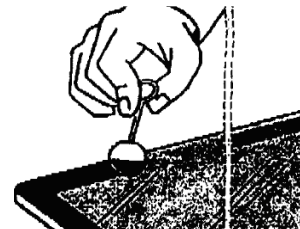

Рис. 6
6. Через 15 минут после высыхания можно наносить на подготовленную поверхность праймер Terostat - 8510 (8511). Перед нанесением бутылку с продуктом следует тщательно встряхнуть до появления стука шариков внутри. Продукт наносится аппликатором равномерным тонким слоем на край стекла шириной (15...20) мм, но не на металл кузова. Праймер должен сохнуть не менее 15 минут. Если плёнка неравномерная, нанести второй слой, после полного высыхания первого. К поверхности с нанесённым праймером **не прикасаться** (рис. 6).